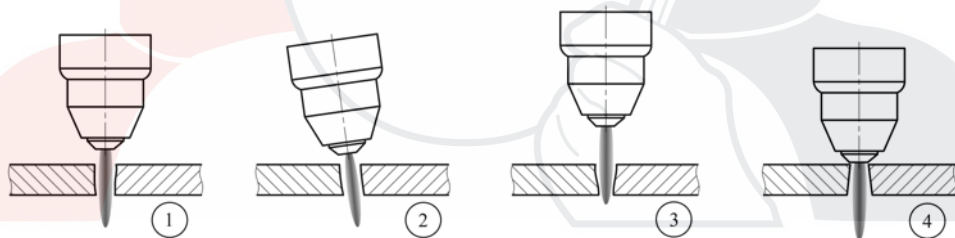

Рис. 9.6. Влияние угла наклона на качество реза.
- Угол наклона плазматрона относительно разрезаемого металла (См. рис. 9.6).